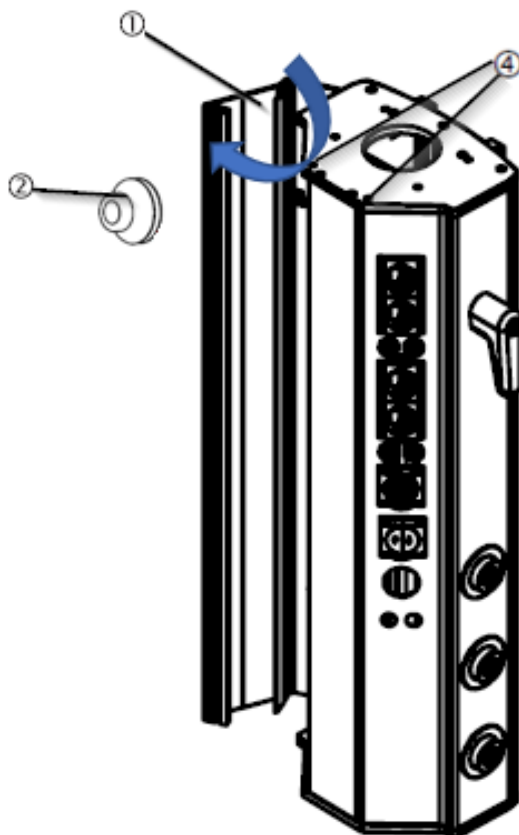

Fig. 12 Ouverture des couvercles de la tête de service.
- La garniture de plafond (3) est ensuite montée au ras du plafond et recouvre la contre-plaque ④. Voir la figure 12.
- Ouvrez l'un des couvercles latéraux de la tête d'entretien (1) en retirant les vis à tête cylindrique M4x16 (4) situées en haut et en bas. Le couvercle latéral peut maintenant être ouvert comme indiqué dans la figure 12, révélant l'intérieur de la tête de service.